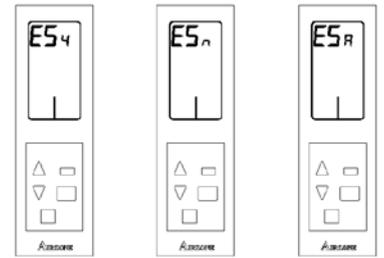

Fig. 99
- **Dirección de zonas secundarias (esclavas) ES:** Muestra las salidas de control secundarias asociadas a este termostato. Si aparece el valor n , indica que este termostato no tiene ninguna salida de control secundaria asociada. Para visualizar, añadir o quitar un control de salida secundario al termostato pulse el botón de confirmación , el valor del menú se pondrá a parpadear, esto indica que está dentro del menú. Utilice las flechas Δ / ∇ para ver las salidas asociadas. (Fig. 99)